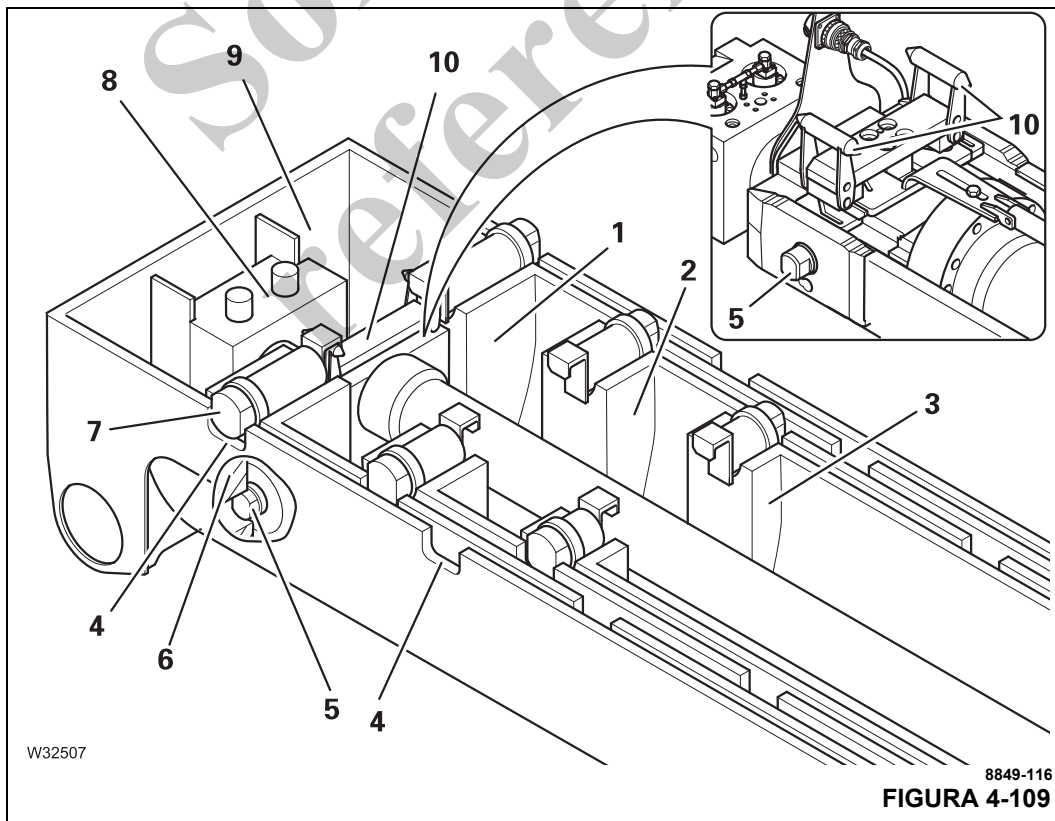

FIGURA 4-109
Esta ilustración (Figura 4-109) muestra la pluma principal completamente retraída con la sección base (9) y las primeras tres secciones telescópicas I a III (1) a (3).